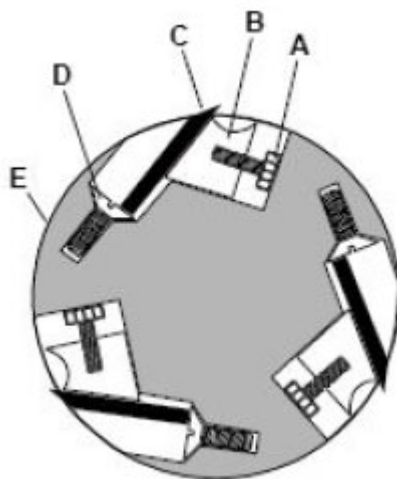

Bild 12
4. Vrid skärhuvudet (E) och bestäm läget klockan 12 för kniv nummer ett. Klockan 12 är den högsta punkt som ett blad kommer att nå i skärbågen (C, Fig. 12).